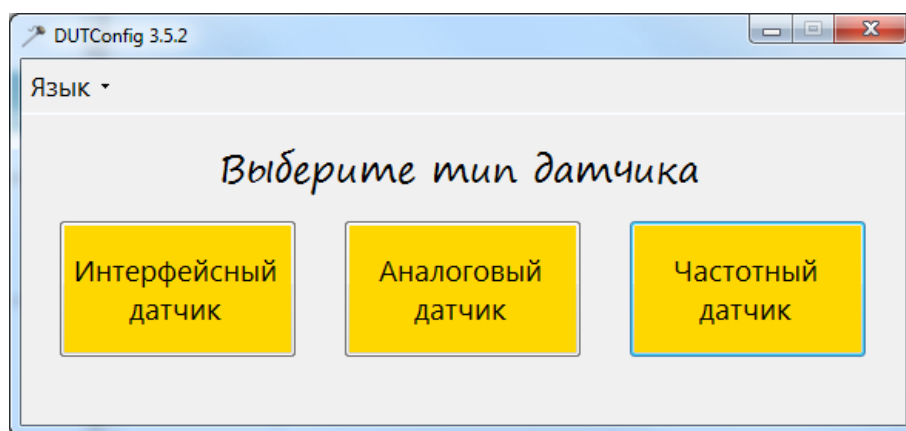

Рисунок 22 – Выбор датчика
4. Запустить ПО **DUTConfig**. В появившемся окне (рис. 22) выбрать тип датчика: Интерфейсный.